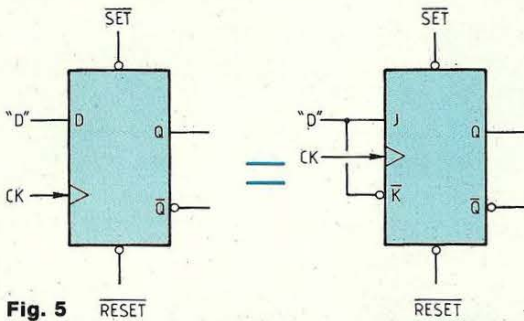
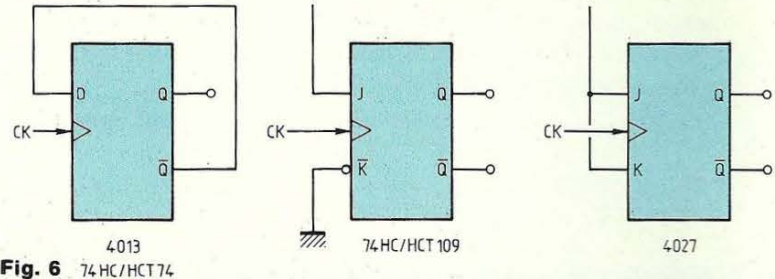

Fig. 5
Fig. 6
Notez, comme l'indique la figure 5, que la bascule '109 peut faire ce que sait faire une '74, tandis que l'inverse n'est pas vrai. A prix égal, nous choisirons donc la '109, plus utile, pour constituer une bascule T (double) qui s'opère comme le montre la figure 6. Ce sont des générateurs de carrés purs (50/50) dont la sortie change d'état à chaque front montant d'horloge (CK).
Il découle directement de ce qui précède, comme le prouve la figure 6. Nous avons pris soin de nettoyer l'alimentation partant dans le circuit pour servir au mieux les qualités des composants